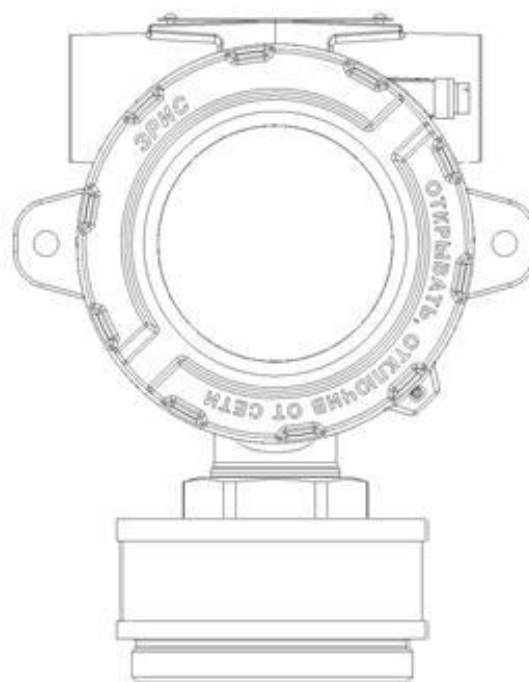

Рисунок 16 – Газоанализатор без влагозащитной насадки
- б) Снять влагозащитную насадку с газоанализатора (рис. 16);